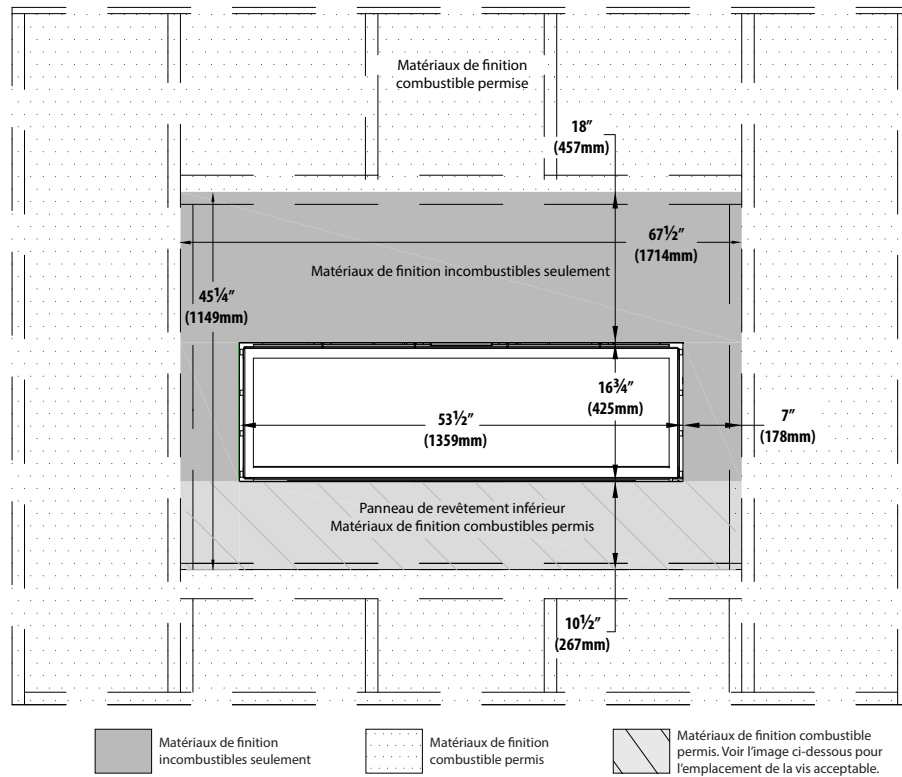

Figure 3.3, Dimensions minimales des matériaux incombustibles de finition pour le foyer CLW-ST
- La Figure 3.9 montre l'installation de matériaux combustibles de finition murale d'une épaisseur maximale de 1 po (25 mm). Ces matériaux combustibles sont installés par dessus tous les matériaux incombustibles exigés, tels que montrés à la Figure 3.3 (page 15).